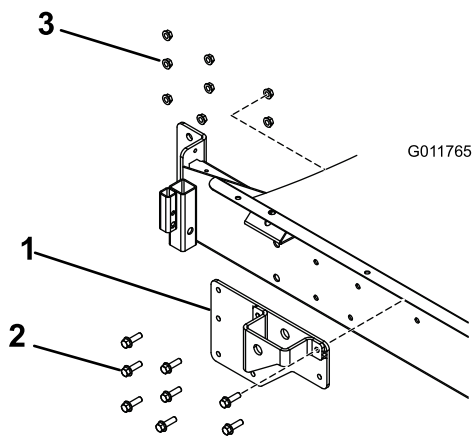

Figura 3
4. Instale os suportes esquerdo e direito do cilindro do pulverizador no patim do depósito como se mostra em Figura 3. Prenda cada suporte à estrutura utilizando oito parafusos (3/8 x 1-1/4 polegadas) e porcas flangeadas (3/8 polegada).